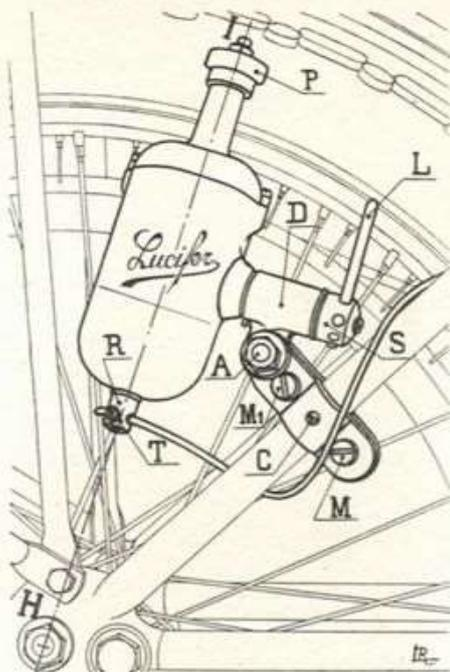

Fig. 1
**Montaggio del dinamo (fig. 1)** — Togliere il bollone M e allentare l'altro M', del morsetto di fissaggio, il dado A e la vite di contatto C.